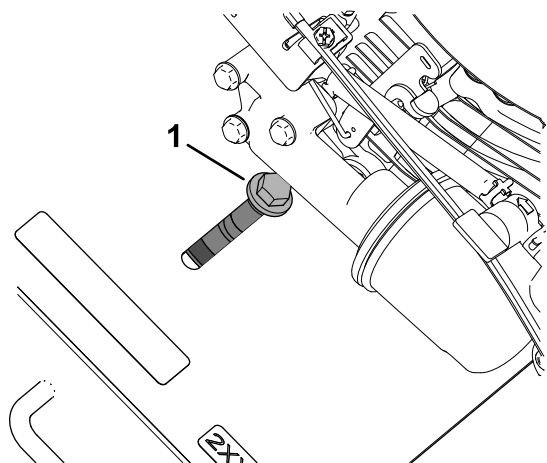
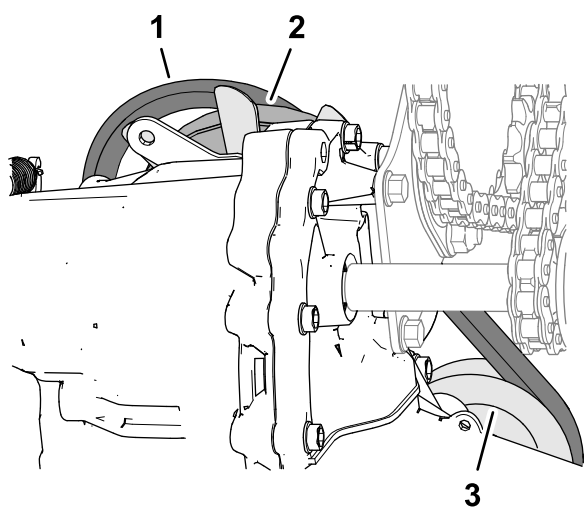

Figure 51
Figure 52
2. Desserrez le contre-écrou à embase et la vis qui fixent la poulie de tension de la courroie au cadre de la machine, déplacez la poulie de tension vers l'intérieur et déposez la courroie de la poulie de la boîte-pont (Figure 51 et Figure 52).